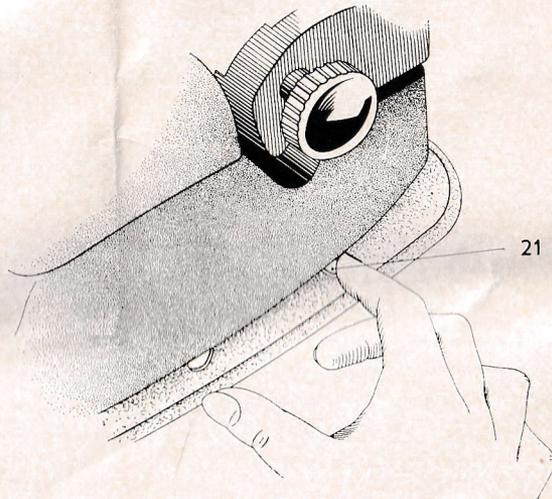

Abb. 4
Damit der Wagen der Kleinschreibmaschine beim Transportieren stets gesichert bleibt, ist eine Wagenverriegelung (21) vorgesehen (Abb. 4). Vor dem Aufsetzen des Kofferdeckels drückt man die Wagenverriegelung nach hinten und führt den Wagen zur Mitte, bis die Sicherung hörbar einrastet.